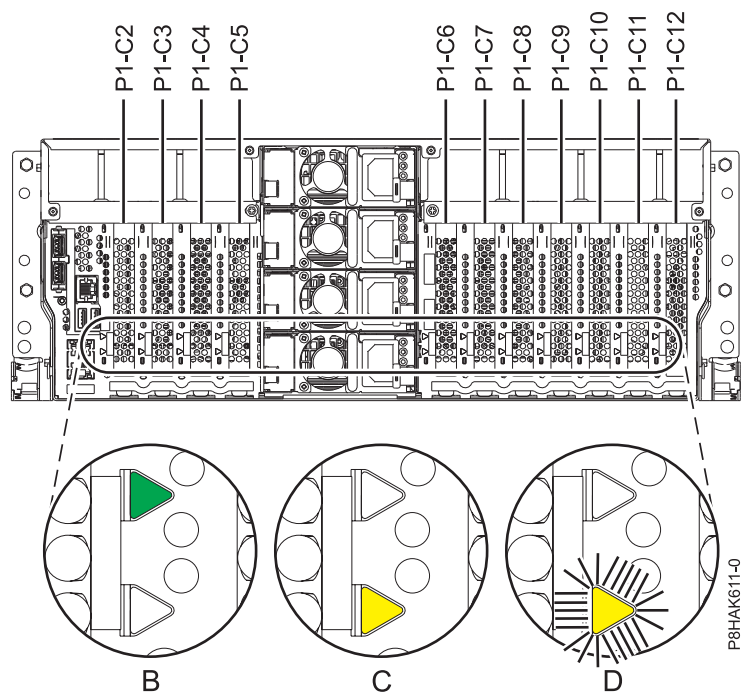
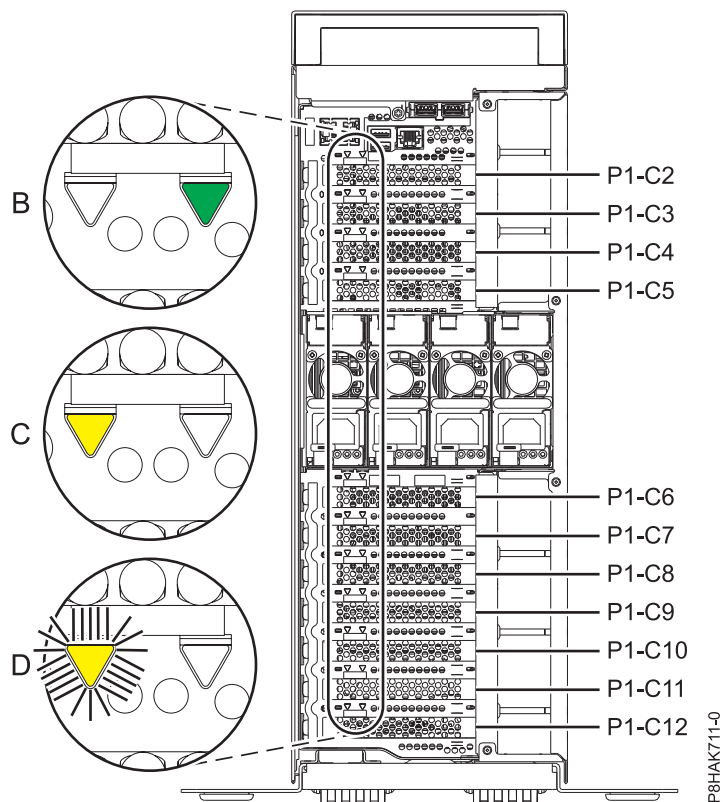

Abbildung 66. Positionen der PCIe-Adaptersteckplätze und Positionen der LEDs in einem Einschubsystem
Abbildung 67. Positionen der PCIe-Adaptersteckplätze und LEDs in einem eigenständiges System vom Typ 8286-41A
6. In Machen Sie sich mit den Positionen der PCIe-Adaptersteckplätze und den Serviceanzeigen für den zu wartenden PCIe-Adapter vertraut. Die PCIe-Adapter werden an der Rückseite des Systems installiert. In Abb. 66 auf Seite 77 und Abb. 67 auf Seite 77 werden die Positionen der PCIe-Adapter in einem System und die Positionen der LEDs des PCIe-Adapters angezeigt.